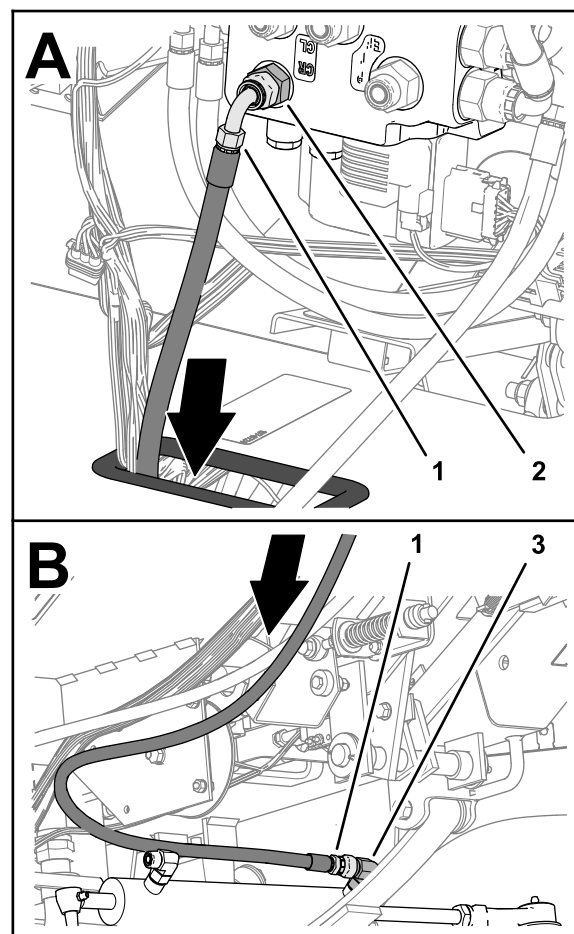

Figure 121
1. Faites passer l'extrémité du flexible de 6 x 1397 mm ($\frac{1}{4}$ x 55 po) munie du raccord droit par le passe-câble du panneau de plancher (Figure 121).
2. Branchez le raccord à 90° du flexible de 6 x 1397 mm ($\frac{1}{4}$ x 55 po) au raccord de l'orifice CR du distributeur de direction EHI (Figure 121).
5. Branchez le raccord droit du flexible de 6 x 1397 mm (¼ x 55 po) au raccord à 90° de l'orifice de rétraction du vérin de direction, et serrez les deux raccords (Figure 121).